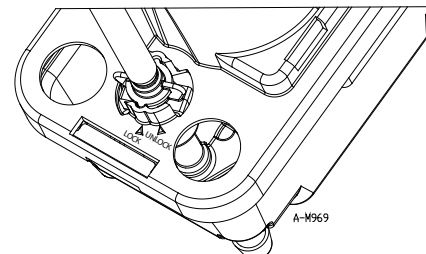

Fig. 4 • Abb. 4 • Afb. 4 (DE/IT/NL/DA)
4. Achten Sie darauf, dass das Ventil fest in seiner Position sitzt (Abbildung 4).